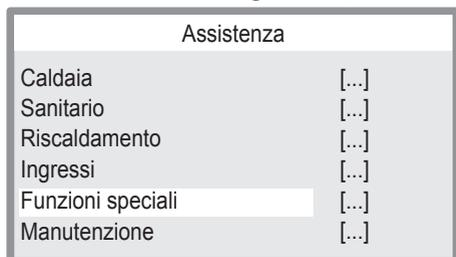

Figura 6.10
- Premere il tasto 15 (Figura 6.6) per accedere al menu selezionato (Figura 6.10).